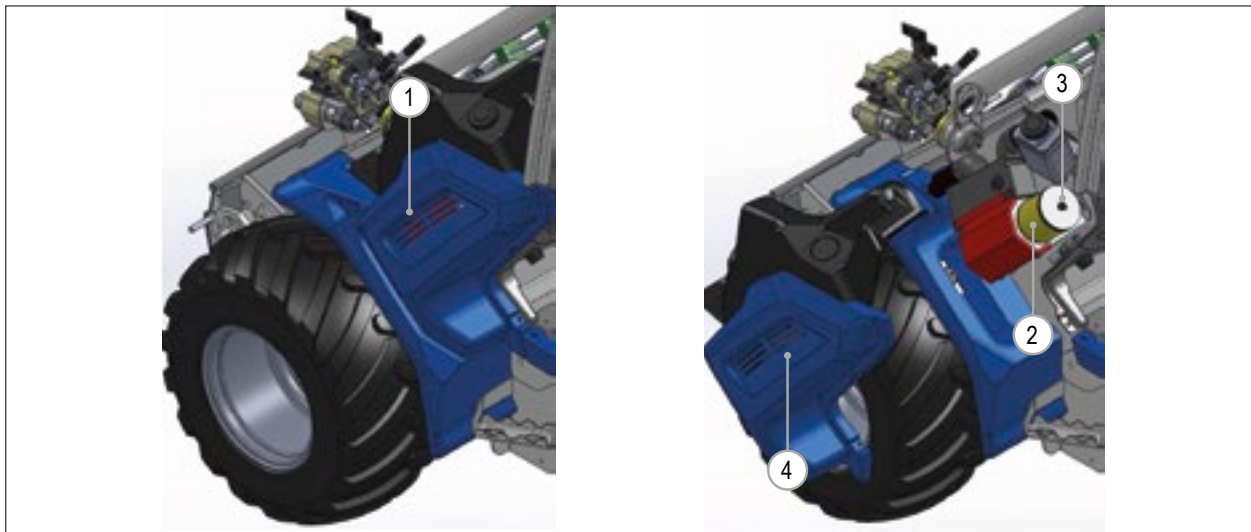

РИС. 47
- 2) Снимите левую панель (РИС. 47 – Сс. 1), ослабив винты крепления к раме.
- 3) Снимите воздушный фильтр (РИС. 47 – Сс. 2), ослабив крепежные винты (РИС. 47 - Сс. 3).
- 6) Установите левую панель (РИС. 47 - Сс. 4) и закрепите ее винтами.
- 4) Уровень охлаждающей жидкости холодного двигателя в расширительном бачке (рис. 47 – Сс. 1) должен находиться между двумя отметками (рис. 47 – Сс. 2 и Сс. 3).